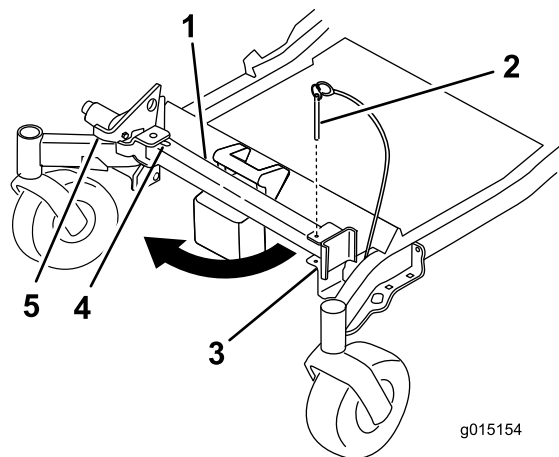
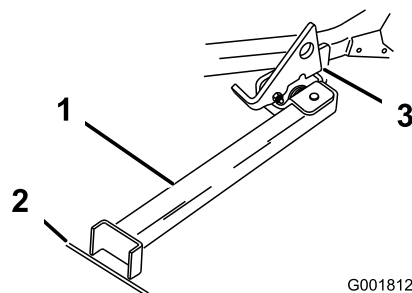

Bild 39
Bild 40
3. Heben Sie den Riegel an. Drehen Sie den Ständerfuß nach vorne heraus und schieben Sie den Ständer zur Maschine in den unteren Schlitz (Bild 39 und Bild 40).
2. Nehmen Sie den Halterungsstift ab (Bild 39).
4. Stellen Sie den Fuß auf den Boden und lassen Sie den Riegel auf der Drehlasche aufliegen (Bild 40).
- Hinweis:** Stellen Sie den Ständerfuß am besten in Risse auf Gehwegen oder in der Rasenfläche (Bild 40).
6. Fahren Sie auf den Stand auf. Halten Sie an, wenn der Riegel über die Lasche in die arretierte Stellung einrastet (Bild 40). Stellen Sie nach dem Auffahren auf den Stand die Feststellbremse fest und stellen Sie den Motor aus.
5. Stellen Sie den Ständer wieder in die Ruhestellung (Bild 39).